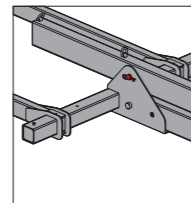

Fig. 5.2 (vue schématique)
- Retirez l'axe du raccord central et supérieur en retirant la goupille (Fig. 5.2).